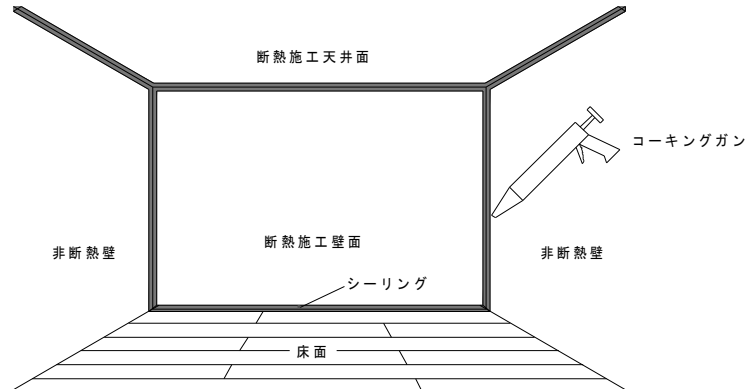

図2 施工下地面への気密・防湿処理
(6) 既存壁、天井、床との取り合い部分へのシーリング処理
- ・ 施工する壁面と繋がる壁、天井、床と取り合い部分に、シーリング材を塗布し防湿処理をしてください。(図2参照)